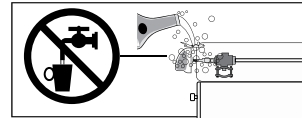

Figura 42
- Durante las labores de limpieza, debe evitarse la caída de agua y jabón dentro de la válvula (Ver figura 42).